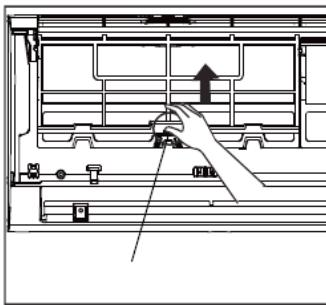
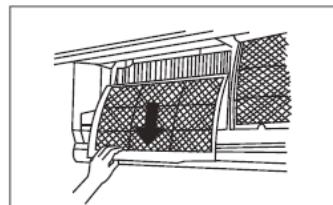

fig. 17 -
fig. 18 -
3. Retire los filtros empujando hacia arriba las pestañas centrales hasta que se liberen del retenedor y deslícelos hacia abajo ("fig. 17 -" e "fig. 18 -")